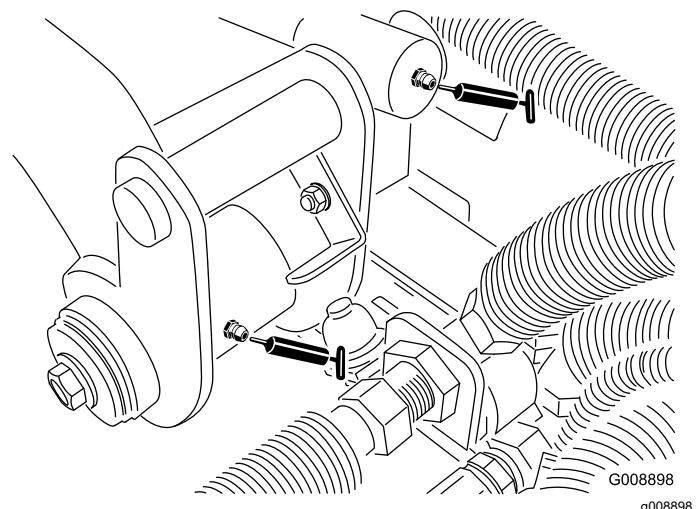

Figura 64
- Pivote y cilindro de elevación del brazo de elevación trasero (2 acoplamientos – (Figura 64)